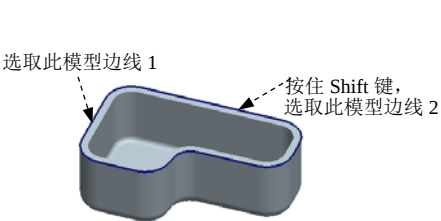

图 11.4.65 定义附着边
(1) 单击  功能选项卡  区域中的“法兰”按钮 。
(2) 选取附着边。在系统  选择要连接到薄壁的边或边链。的提示下, 先选取图 11.4.65 所示的模型边线 1, 然后按住 Shift 键, 选取图 11.4.65 所示的模型边线 2。
(3) 选取法兰壁的形状类型 。
(4) 定义法兰钣金壁的侧面轮廓尺寸。单击  按钮, 在系统弹出的界面中, 分别输入数值 10.0, 4.0, 1, 并分别按回车键。
(5) 在操控板中单击  按钮, 预览所创建的特征; 确认无误后, 单击“完成”按钮 。